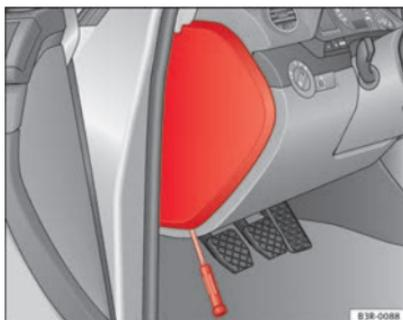

Fig. 185 Tampa da caixa dos fusíveis no lado esquerdo do painel de instrumentos
- Utilize uma chave de parafusos para abrir a tampa dos fusíveis ⇒ Fig. 185.